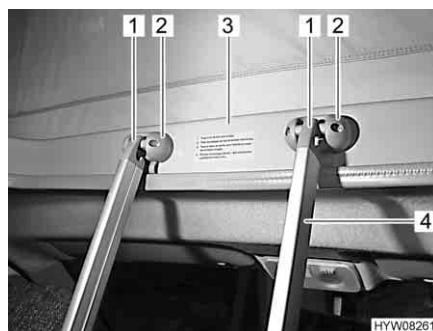

Fig. 96 Scaletta di accesso
Per accedere al letto sul tetto a soffietto utilizzare sempre la scaletta di accesso (Fig. 96,4) montata di serie.
- Agganciare la scaletta con i due archetti (Fig. 96,1) nelle graffe (Fig. 96,2) del telaio (Fig. 96,3) del tetto a soffietto.